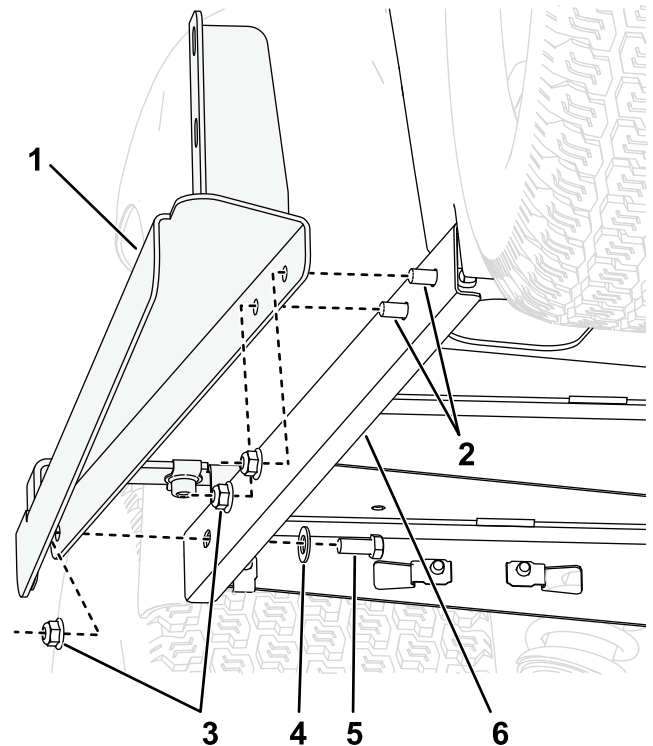

Figura 4
1. Sujete los soportes del suelo al lateral del bastidor, como se muestra en la Figura 4.